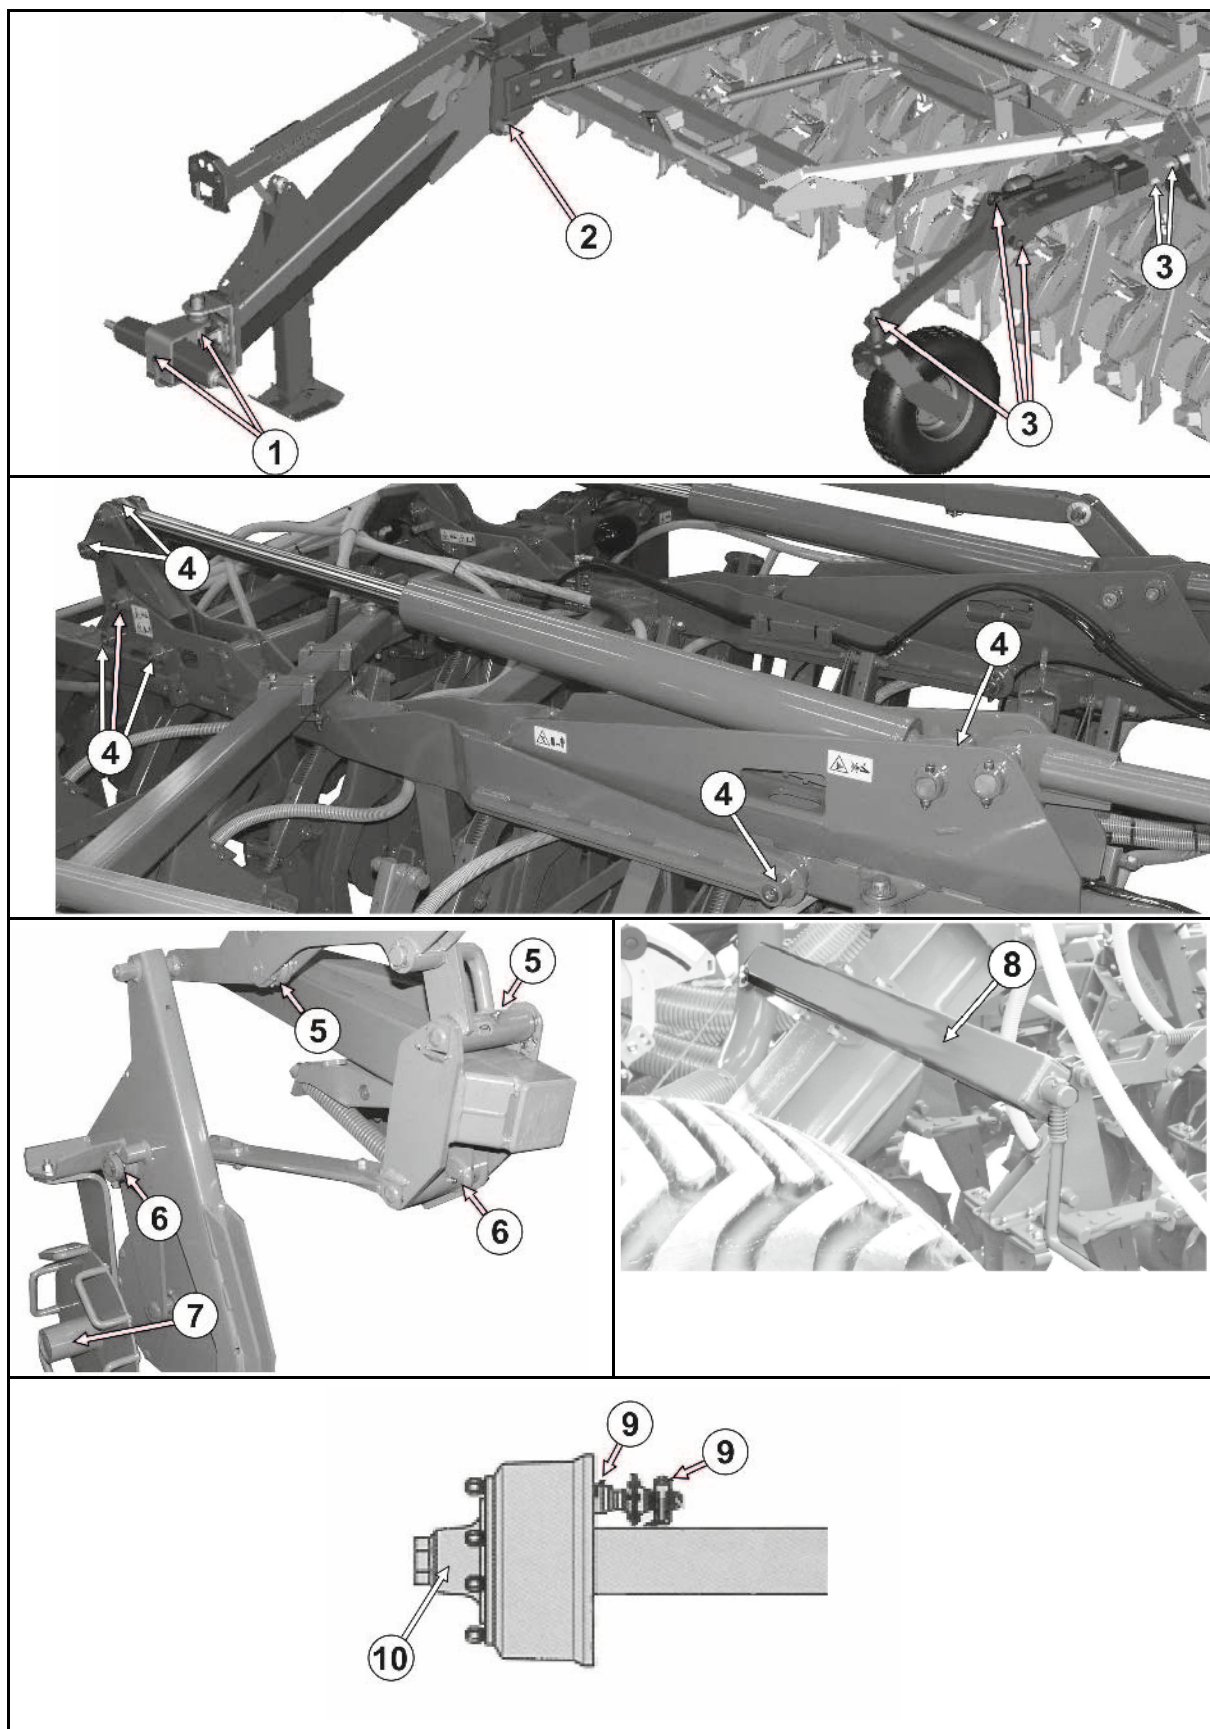

Рис. 102
4. Открутите барашковые гайки (Рис. 102/1) и снимите с распределительной головки прозрачную пластиковую крышку (Рис. 102/2).
6. Установите пластиковую крышку (Рис. 102/2).
7. Закрепите пластиковую крышку при помощи барашковых гаек (Рис. 102/1).